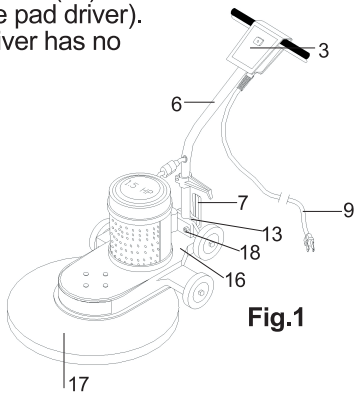
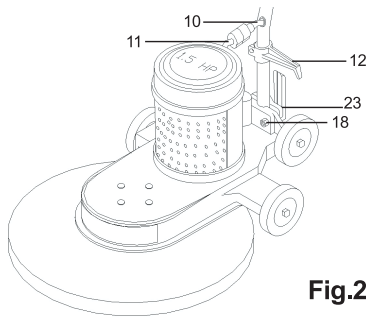

Fig.1
Fig.2
1. Antes de ensamblar el tubo manija (6) en su alojamiento, baje la palanca (7), coloque el tubo entre el chasis (16) y la abrazadera (13).
2. El tubo manija (6) debe quedar orientado hacia atrás. Tal y como se muestra en la fig 1.
3. Asegúrese de que coincidan la ranura que tiene el tubo manija (6) en el extremo inferior y la guía que se encuentra en el chasis (16).
4. Suba la palanca leva (7) hasta quedar en posición vertical, como se ilustra en la fig 2., al hacer esto el tubo queda asegurado y no deberá tener movimiento.
- Nota: El apriete que da la abrazadera (13) está ajustado de fábrica. Si por alguna razón requiere mayor o menor presión, apriete o afloje las tuercas (18).
5. Conecte la clavija del cable motor (11) en el contacto del cable motor (10).
1. Before assembling the handle tube (6) on chassis (16), lower lever handle (7) and place tube between chassis and clamp (13).
2. The handle tube (6) has to face backwards as in Fig.1
3. Make sure the guide on the handle tube (6) coincides with the guide on the chassis (16).
4. Raise the lever handle (7) until it is in vertical position, as shown in Fig.2. By doing this there should be no play on the handle tube.